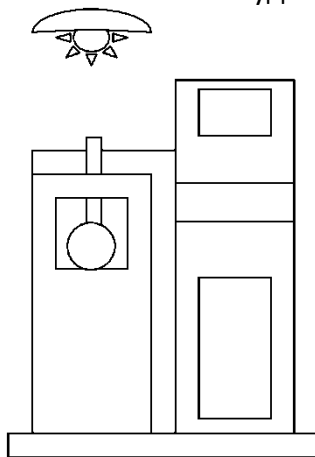

Рисунок 8 – Размещение источника искусственного освещения
- 4.4.2.17 Для визуальной регистрации температуры конца перегонки (выпаривания) необходимо установить источник искусственного освещения над блоком нагрева таким образом, чтобы четко проглядывалось дно колбы (см. рисунок 8).